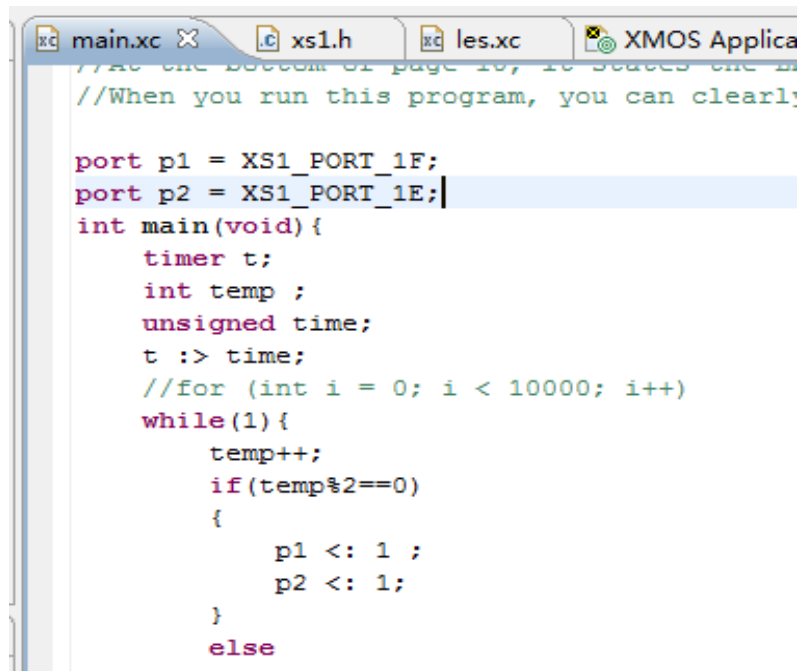

图 2
- 3.打开工程中 src 文件夹中 maic.XC 文件如图 2。